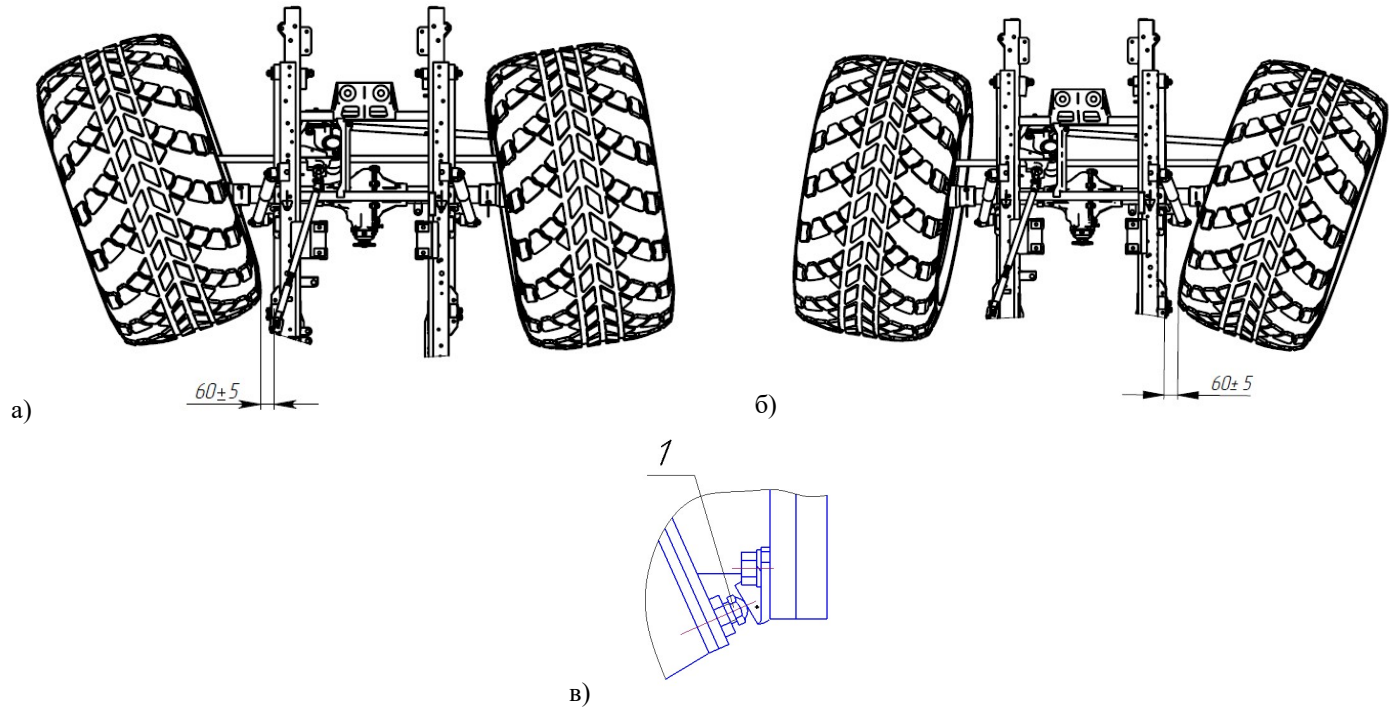

Рис. 6.25. Регулировка углов поворота колес.
Произвести регулировку углов поворота колес переднего моста влево (см. Рис. 6.25 а) и вправо (см. Рис. 6.25 б). Для этого регулировочные болты упоров-ограничителей (Рис. 6.25 в) поворота колес выставить таким образом, чтобы колеса по боковой поверхности шин сзади, при поворотах до упора в регулировочные болты, не доходили до боковых поверхностей рессор на  $60 \pm 5$  мм (Редуктор КР, диск №3, шина 1280 – расстояние от боковой поверхности шин сзади до боковых поверхностей рессор – 115 мм).
13. При увеличенном зазоре от упорного болта 1 (рисунок 6.25) до балки (более 0,5...1 мм) (колеса ВТС стоят на
б) Поворачиваем руль до упора вправо. Вращаем упор ограничительного винта 1 против часовой стрелки, контролируя при этом расстояние между упорным болтом и упором (рисунок 6.25). Расстояние должно быть не более 0,5...1 мм.
в) Поворачиваем руль до упора влево. Вращаем упор ограничительного винта 2 против часовой стрелки, контролируя при этом расстояние между упорным болтом и упором (рисунок 6.25). Расстояние должно быть не более 0,5...1 мм..